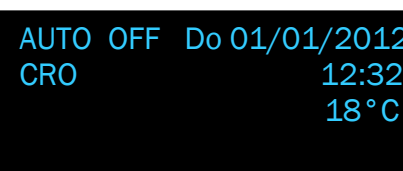

FIG. 4-33
**QUANDO IL CRONOTERMOSTATO è ATTIVO SUL DISPLAY COMPARIRÀ LA SCRITTA "CRO" (fig. 4-33).**